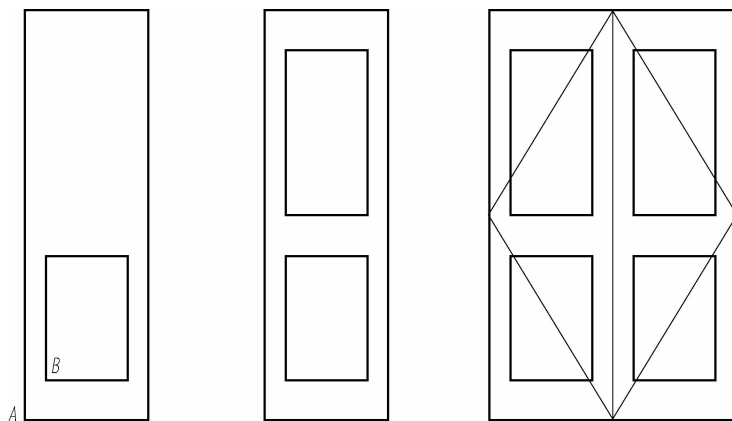

图 2-61 双扇门的绘制过程
- (1) 新建图形文件。
- (2) 新建“粗实线”图层和“细实线”图层。
- (3) 在“粗实线”图层中，先绘制 600×2000 的矩形，再绘制 400×600 的小矩形，启用“捕捉自”命令，以点 *A* 为基点，偏移“@100, 200”；确定点 *B*，然后输入相对坐标“@400, 600”，同样道理绘制 400×800 的小矩形，镜像单扇门得双扇门。绘制过程如图 2-61 所示。